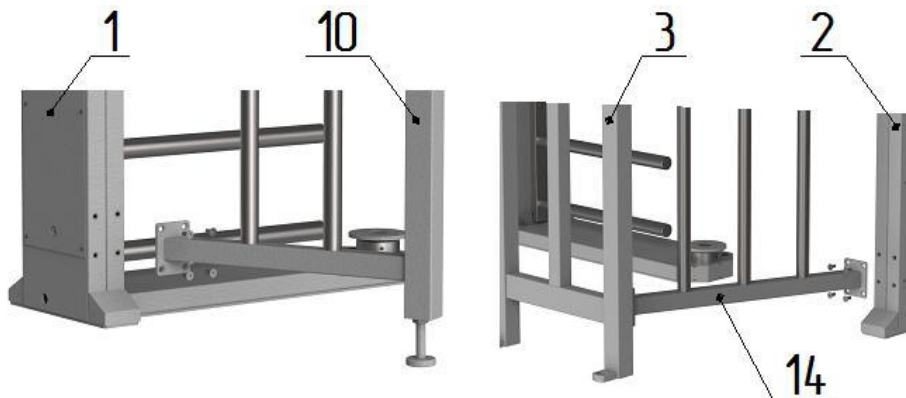

Рис. 6
3. Установка ограждения (рис. 6):